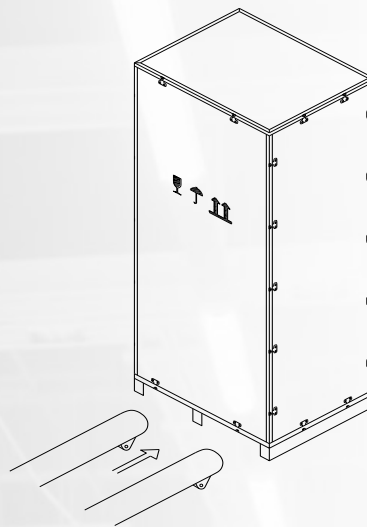

Рис. 3-3 Транспортировка на указанный участок
2. Транспортируйте оборудование на указанную площадку с помощью вилочного погрузчика, как показано на рис. 3-3.